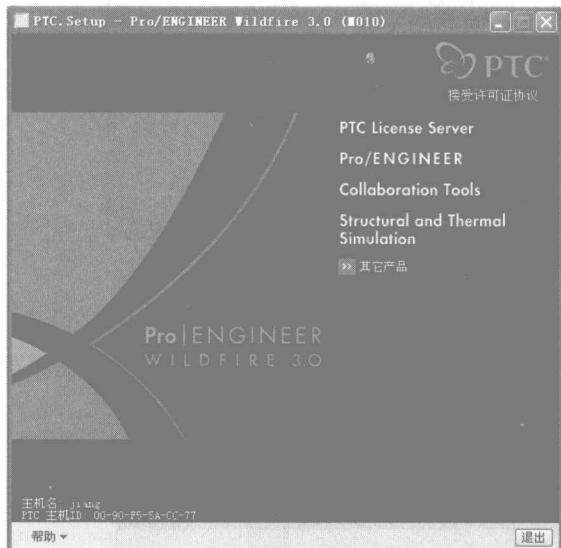

图1-5 安装 License Server
(3)在打开的窗口中选择“PTC License Server”作为安装对象,如图1-5所示。
(8) 单击 **下一个 >** 按钮，再次打开如图 1-5 所示的界面，选择“Pro/ENGINEER”进行安装。